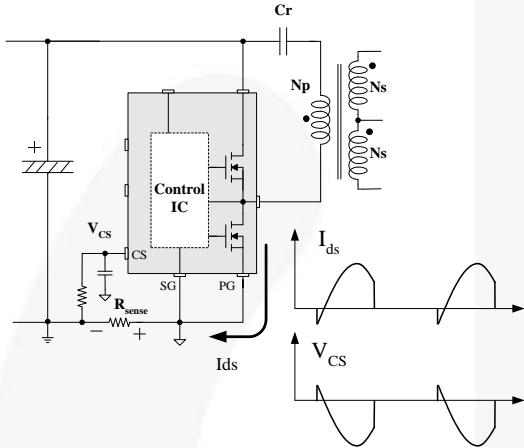
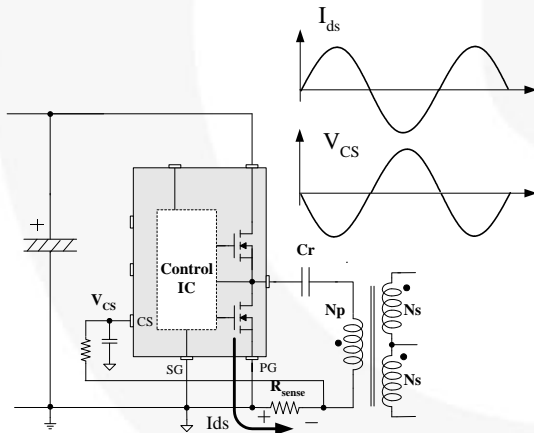

图 23. 半波检测
图 24. 全波检测
6. 使用电阻的电流感测: FSFR-XS 系列检测漏电流为负压, 如图 23 和图 24 所示。半波检测方式允许检测电阻产生低功耗, 但是全波检测方式的检测信号具有较低开关噪声。